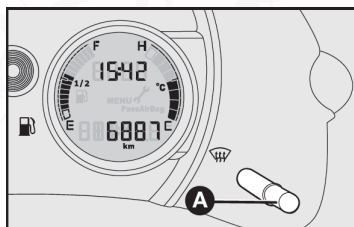

fig. 31
- Seleccione el odómetro total presionando el botón A-fig. 31.